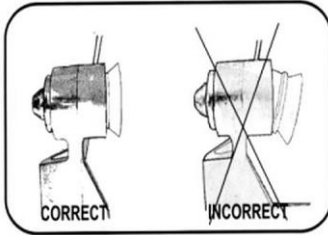

Fig. 35
5. Sätt in suglockets tätning i spiralens utrymme och tryck in den djupt (fig. 35).